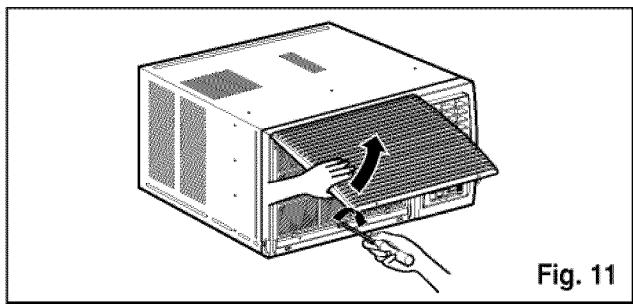

Fig. 11
- Levante la parrilla de entrada y ajústela con tornillos Tipo A, através de la parrilla frontal. (Ver Fig. 11)